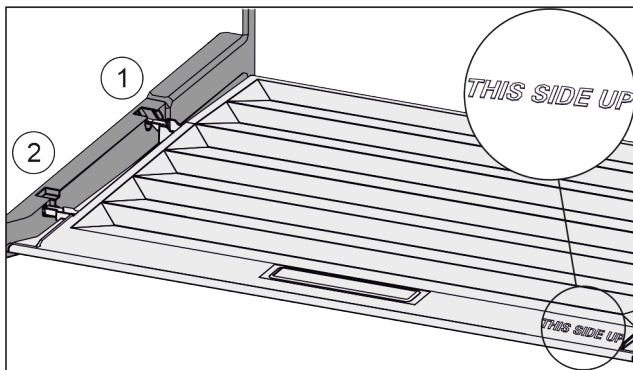

Fig. 117
- ▶ Výstupky veka zavedte cez otvor zadného držiaka Fig. 117 (1) a zaistite vpredu v držiaku Fig. 117 (2).